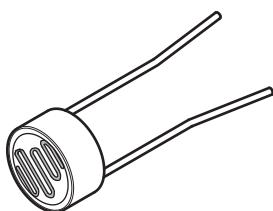

Fig. 12.3
- (d) Fig. 12.3 shows a light dependent resistor (LDR).